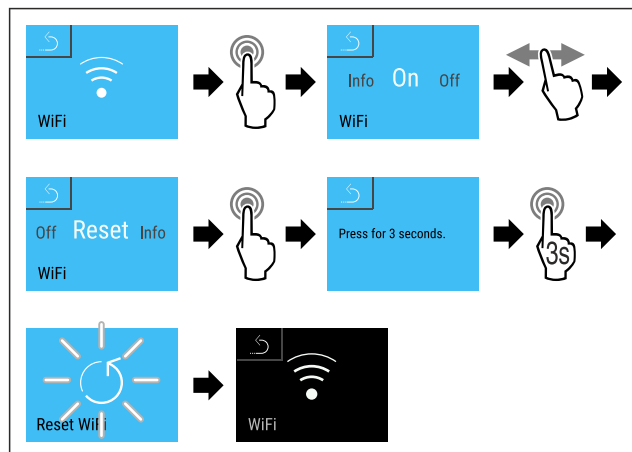

Fig. 122
- Handlungsschritte (siehe Fig. 122) durchführen.